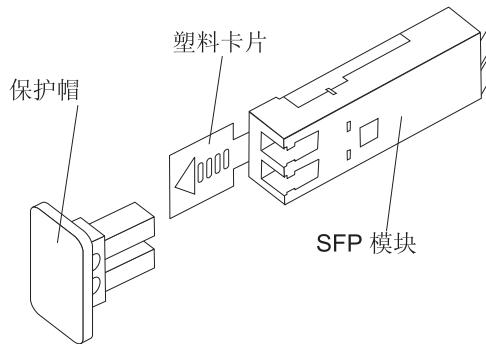

图 27. 将 SFP 模块安装到主机端口中
4. 将 SFP 模块插入主机端口，直到其卡嗒一声就位。请参阅图 27。